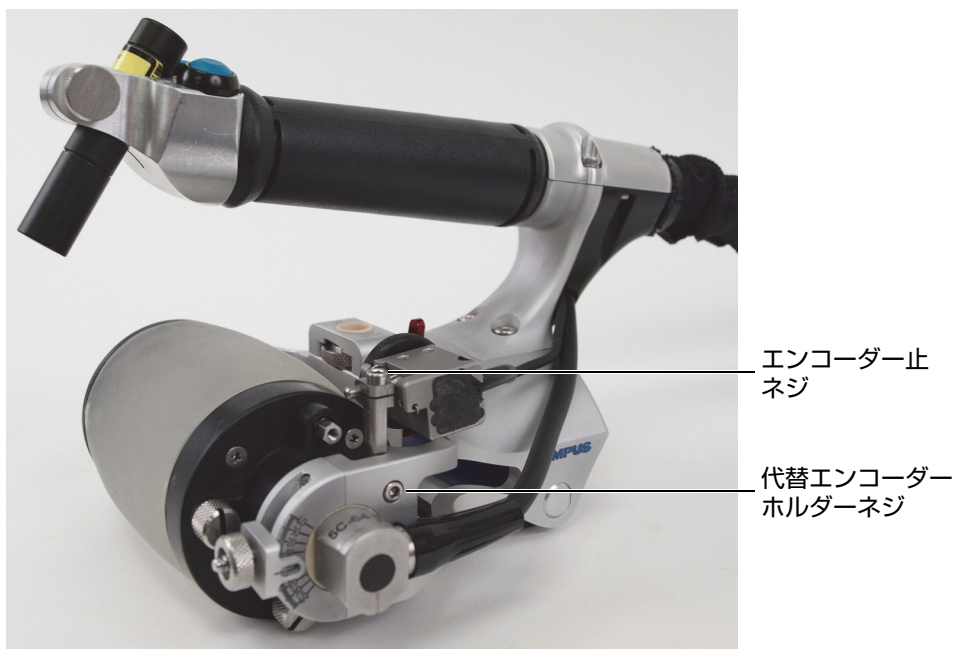

図 6-41 代替エンコーダーホルダー上に設置されたミニホイールエンコーダー
11. 代替エンコーダー上にミニホイールエンコーダーを設置します（121 ページの図 6-41）。